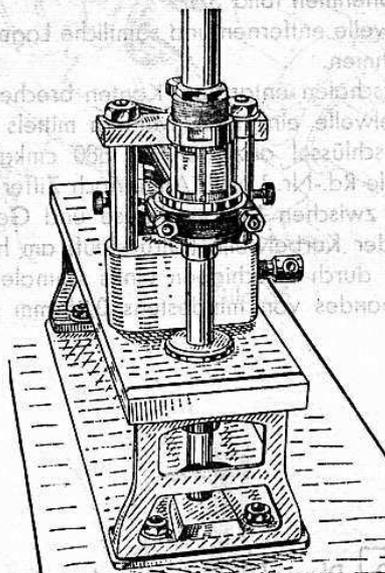

Bild 41
5. Pleuellager mittels Hungerreibahle ausreiben (Bild 41).